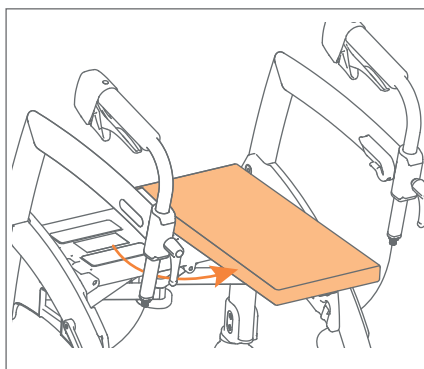

Figure 10: Tourner le coussin.
- c. Retirez le coussin de siège, tournez-le à 90 degrés et fixez-le transversalement sur le côté du bouton rouge (**Figure 10**).